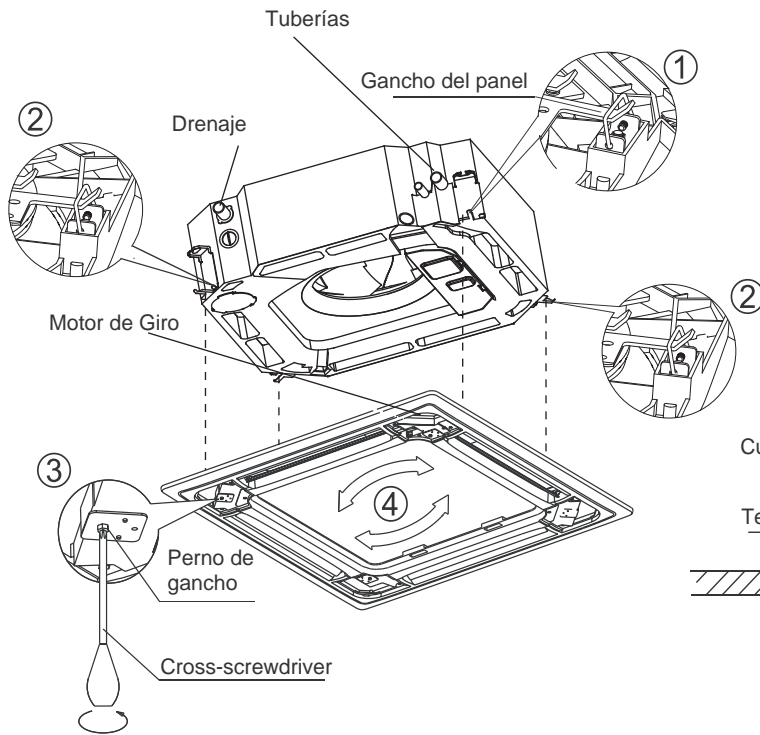

Fig.26
1. Alinee apropiadamente el motor de giro en el panel a las uniones de tubería del cuerpo. (Fig.26)